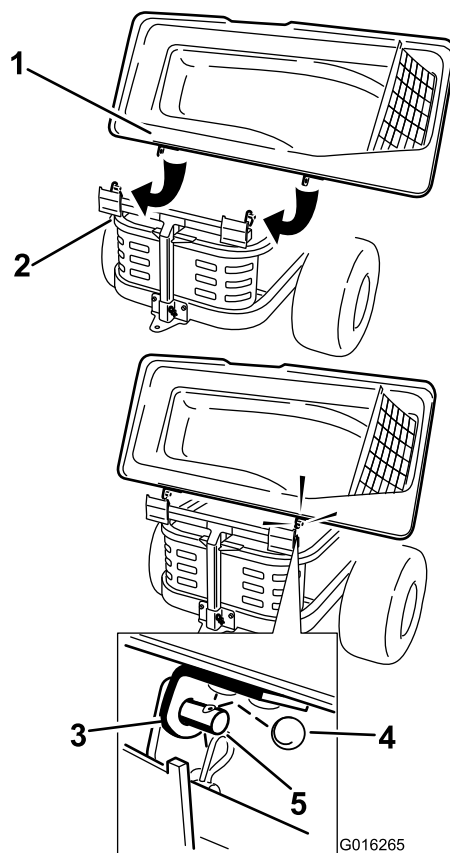

Bild 8
1. Bauen Sie die Abdeckung des Heckfangsystems am Rahmen des Heckfangsystems ein. Schieben Sie die Halterungen über die Streben im Heckfangsystemrahmen und setzen Sie den runden Splint in das Loch in der rechten Strebe (Bild 8). Drehen Sie das Heckfangsystem um in die Betriebsstellung. Der Einbau der Abdeckung des Heckfangsystems ist einfacher, wenn dies zwei Personen tun.